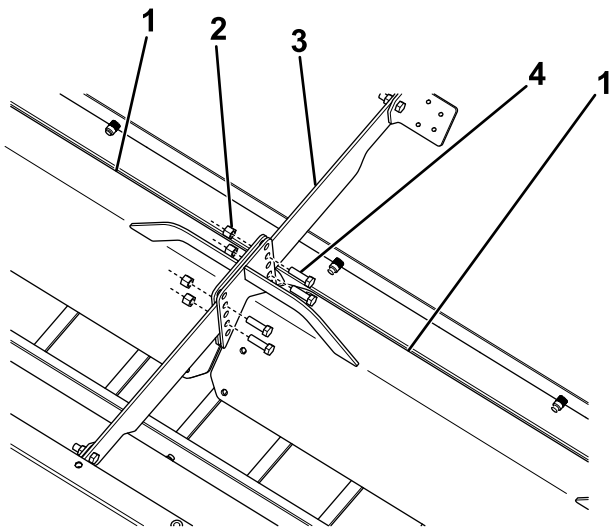

Figura 16
- 8. Alinee los extremos libres de los deflectores y sujételos entre sí y al travesaño del esparcidor con 4 pernos ($\frac{3}{8}$ " x $1\frac{1}{4}$ ") y tuercas (Figura 16).